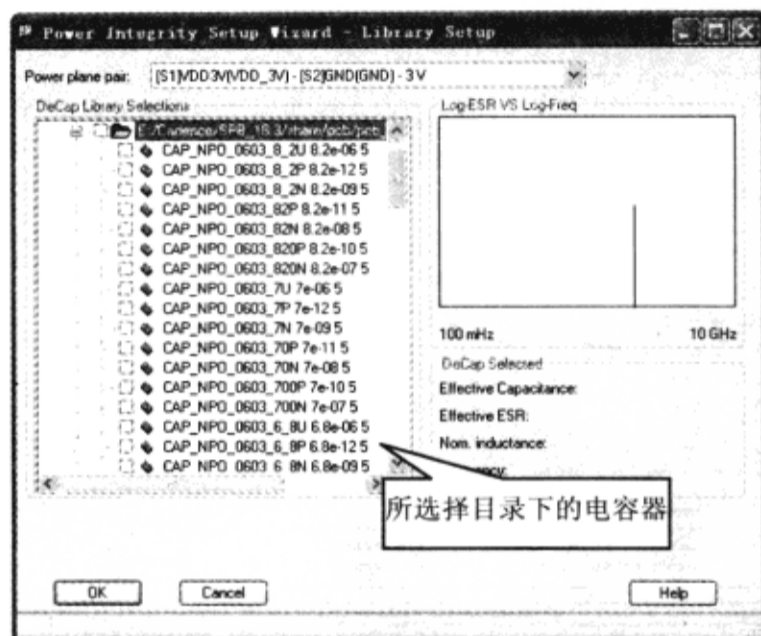

图 8-8-61 目录下的电容器
(6) 在“Power Integrity Setup Wizard-Library Setup”对话框中展开电容库文件夹 E:/Cadence/SPB\_16.3/share/pcb/pcb\_lib/npo\_0603\_caps，显示这个库中所有的电容器，如图 8-8-61 所示。